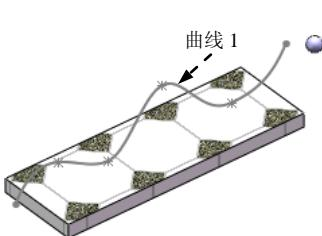

图 11.2.13 “重合”配合
(1) 选择下拉菜单 **插入(I)** → **配合(M)...** 命令，系统弹出“配合”对话框。
(2) 添加“重合”配合。单击“配合”对话框中的 A 按钮，在设计树中选取“ball”零件的原点和图 11.2.13 所示的曲线 1 重合，单击快捷工具条中的 \checkmark 按钮。